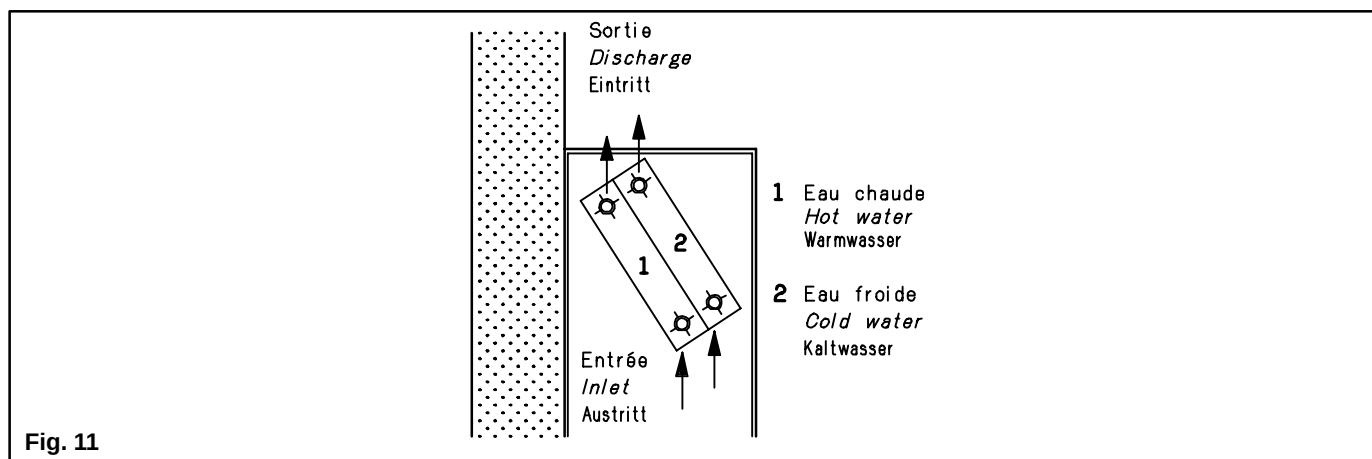

Fig. 11
- Dans le cas d'appareil équipé de deux batteries ("Système 4 tubes"), dans le sens de l'air, la batterie chaude se situe avant la batterie froide (sauf spécifications contraires) (fig.11).
- In units with two coils ("4 pipe system") the heating coil is located before the cooling coil in the sense of the air flow (except for contrary specifications) (fig.11).
- Wenn ein Gerät mit zwei Registern ("4-Leiter-System") ausgestattet ist, befindet sich in Lufrichtung das Warmregister vor dem Kaltregister (wenn nichts anderes angegeben ist) (abb. 11).